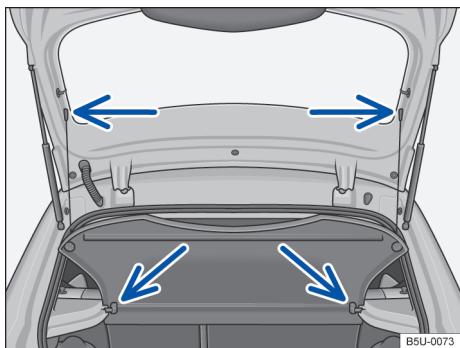

Fig. 99 No compartimento de bagagem: remover e instalar a cobertura do compartimento de bagagem.
- Desprender os cordões de retenção do suporte da tampa traseira → Fig. 99 (setas superiores).
- Retirar a cobertura do compartimento de bagagem por trás, para fora dos suportes laterais → Fig. 99 (setas inferiores).
- Empurrar a cobertura do compartimento de bagagem para a frente, introduzindo-a nos suportes laterais → Fig. 99 (setas inferiores).
- Encaixar os cordões de retenção na tampa traseira → Fig. 99 (setas superiores).